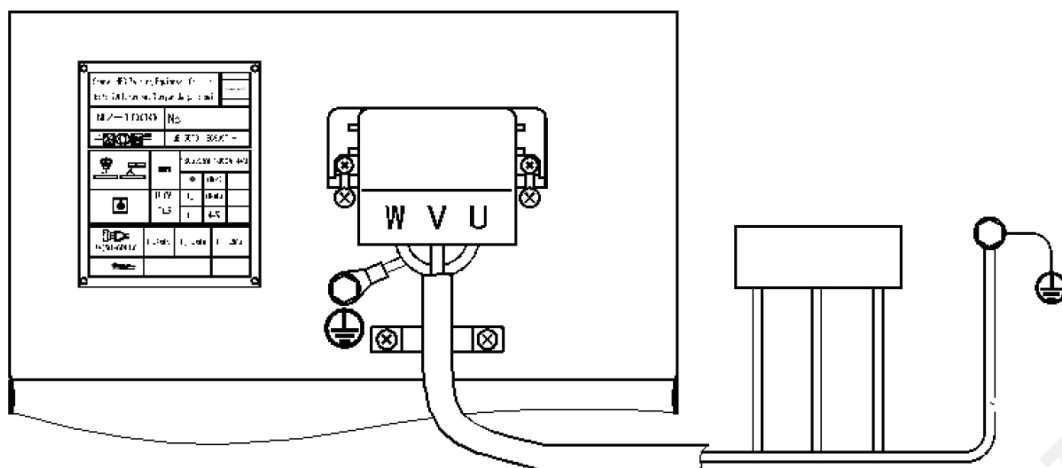

рис. 4.1.
- Защитное заземление: заземлите устройство, используя желто-зеленый провод в кабеле питания(рис. 4.1.).
- Подключите один конец к корпусу устройства с наклейкой, зафиксируйте гайкой М8, второй конец подключите к системе защитного заземления здания (рис. 4.1.).